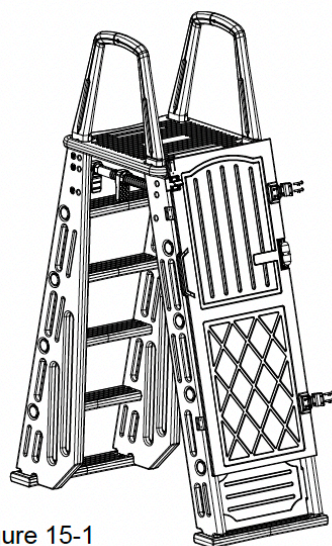
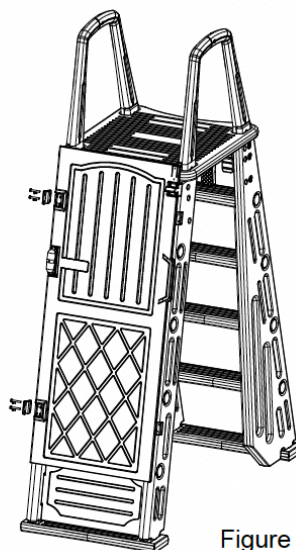

Figure 15-1
Figure 15-2
13. Le portail peut être configuré pour s'ouvrir du côté gauche ou du côté droit. Si l'ouverture se fait du côté gauche (côté du montant extérieur gauche marqué «L»), installez la charnière supérieure du portail sur le montant extérieur droit (marquage «R») à l'aide d'un support de charnière, puis fixez-la avec deux vis M6x40 et deux vis M4x10. Installez la charnière inférieure de la même manière (voir Figure 15-1). Si le portail s'ouvre du côté droit (côté du montant extérieur droit marqué «R»), référez-vous à la Figure 15-2 pour la position du portail et de l'ensemble des charnières.